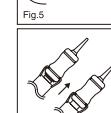

Fig.5
- Retirer immédiatement la capsule et la placer dans le vibreur (ou amalgamateur) et mélanger pendant 10 secondes (vitesse = 4000 cycles par minute) (fig. 5).
d) Remova a cápsula imediatamente e coloque-a num misturador (ou misturador de amálgama) e misture durante 10 segundos (+/- 4000 RPM) (Fig. 5).